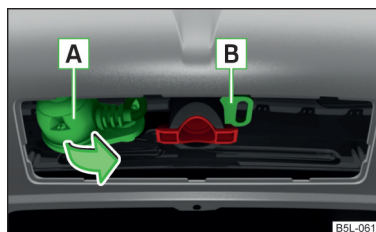

Fig. 134
- Rabatați priza cu 13 pini **A** în sensul săgeții » fig. 134.
- Rabatați spre interior priza cu 13 pini **A** în sens contrar săgeții » fig. 134.
Inelul de siguranță **B** » fig. 134 servește la agățarea cablului de tractare al remorcii.